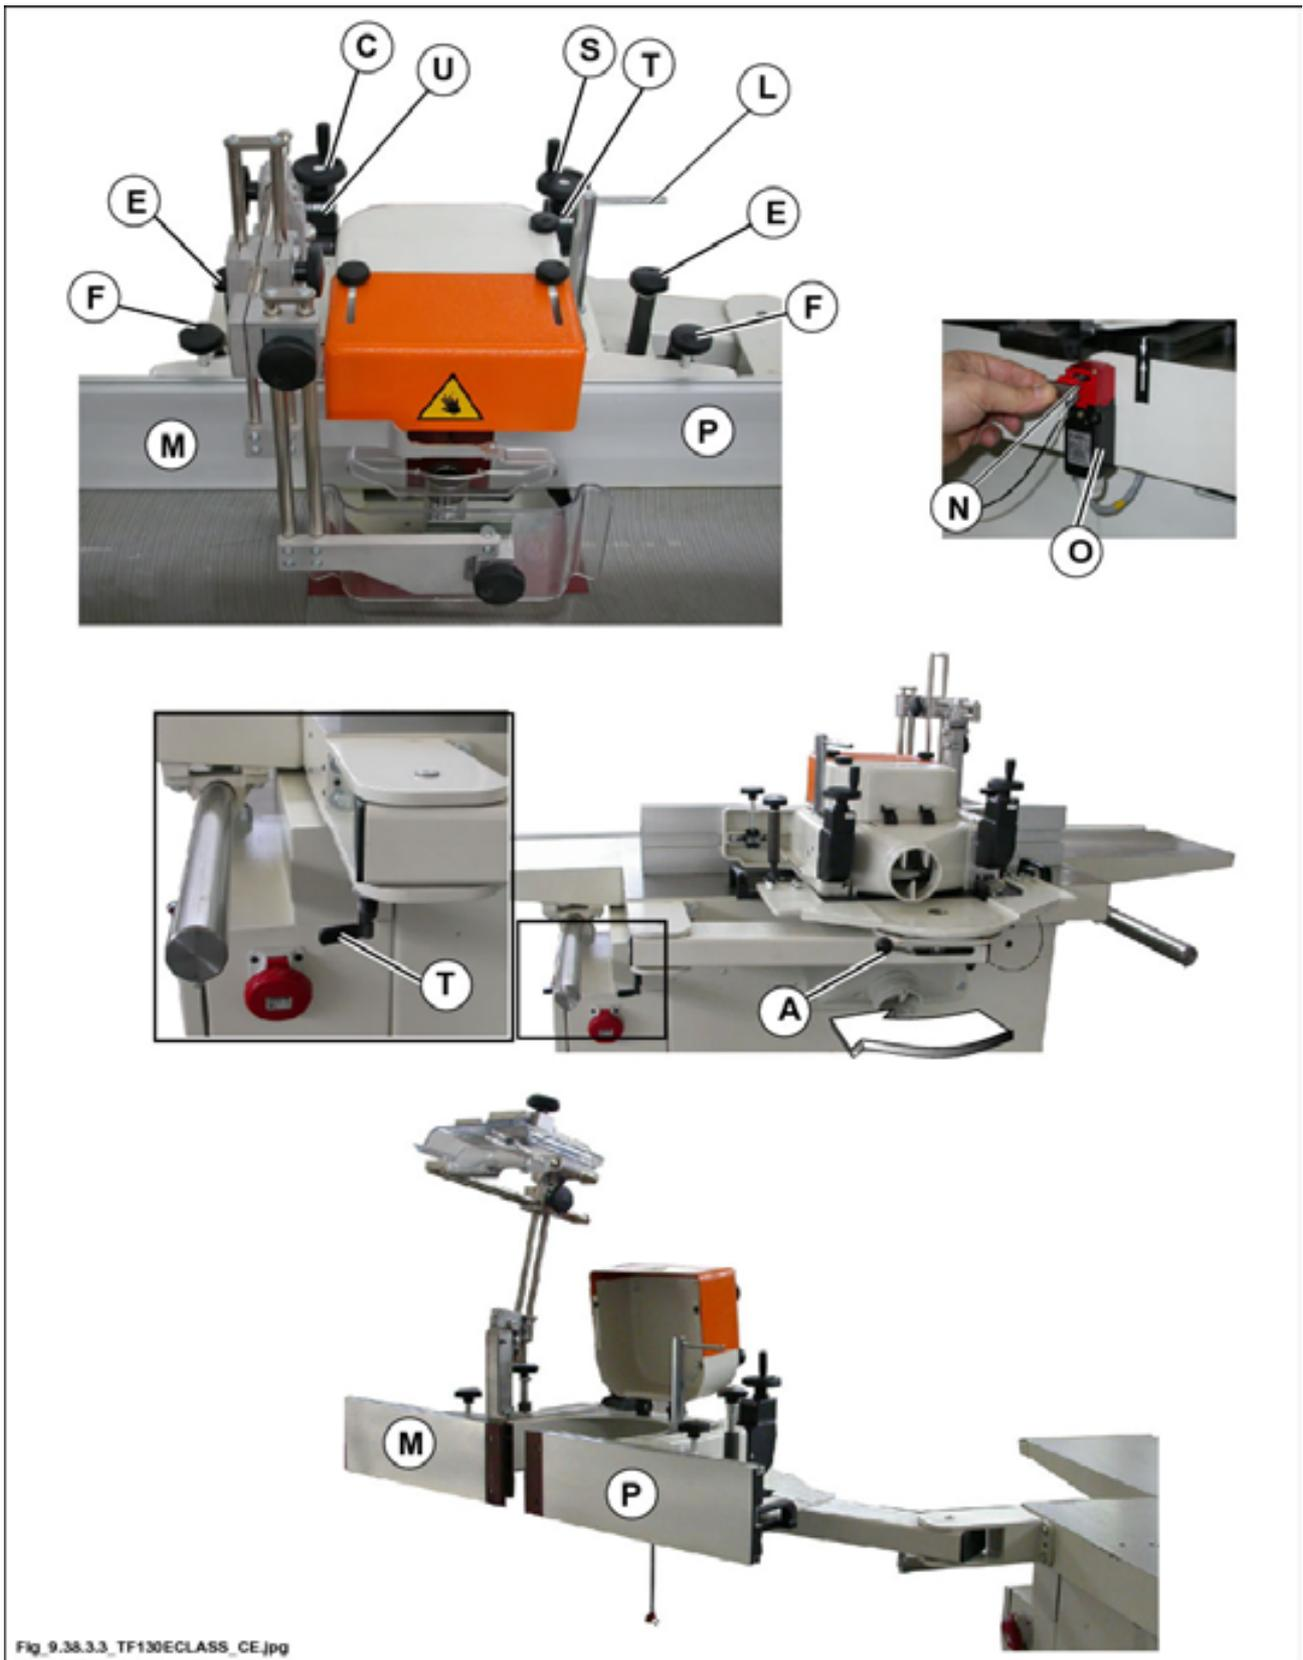

Fig. 9.38-3-3
- Introduire la clé (N fig. 9.38-3-3) dans le microinterrupteur (O)